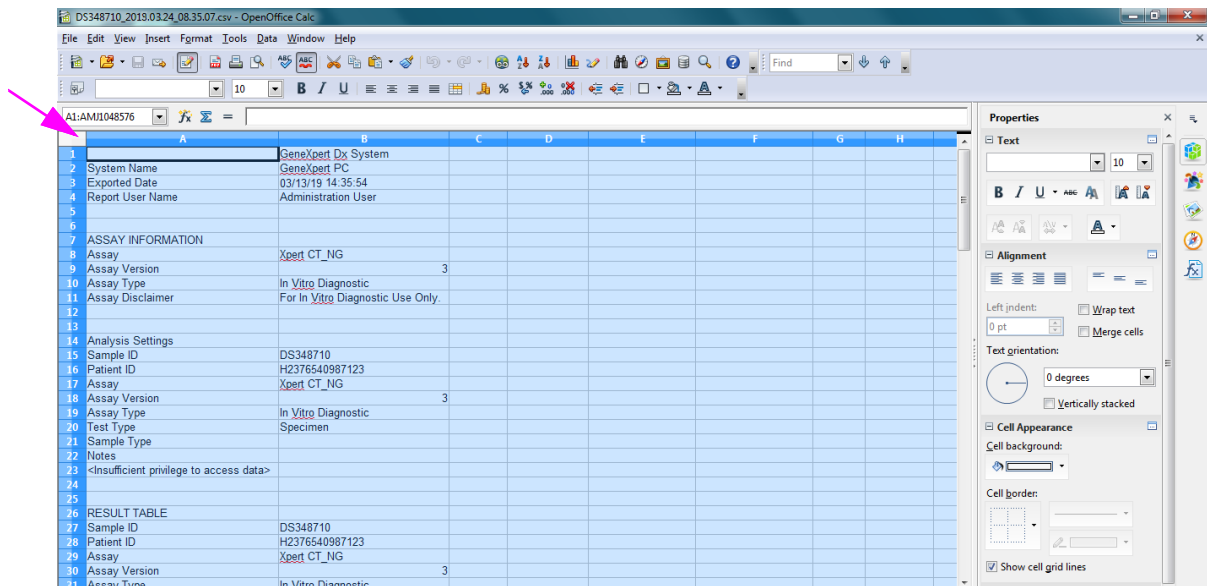

Figura 5-65. Todas as células seleccionadas
4. Quando o ficheiro estiver aberto, clique no canto superior esquerdo da ficha de trabalho para destacar todas as células, conforme mostrado na figura 5-65.